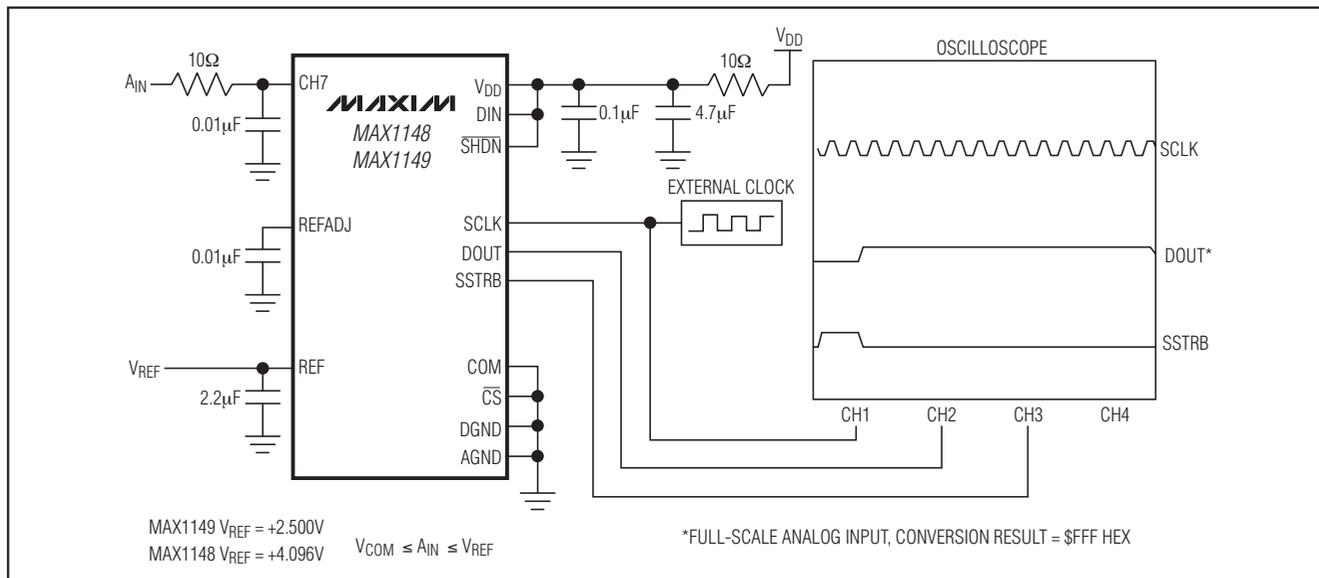
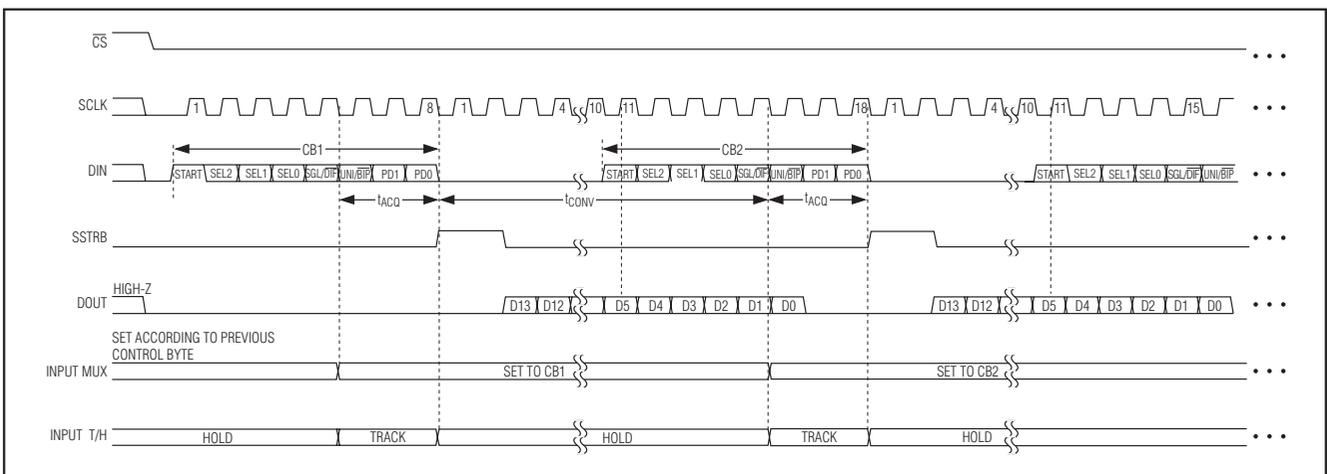

図7. クイックルック用回路
図10. 外部クロックモード：18個のクロック/変換タイミング
MAX1148/MAX1149を短時間で評価する場合は図7の回路を使用してください。MAX1148/MAX1149は、各変換を行う前にSCLKを用いてDINにコントロールバイトを書き込む必要があります。DINを $V_{DD}$ に接続してSCLKにクロックを入力すると、コントロールバイトには\$FF HEXが入力されます(表1を参照)。外部クロックモードとして、変換間の電源断を行わないようにし、CH7を使うシングルエンドでユニポーラの変換をトリガしてください。外部クロック入力モードでは、14ビット変換結果のMSBがDOUTにシフト出力される前に2クロック期間、SSTRBがパルス出力されます。CH7へのアナログ入力を変化させると、DOUTから出力されるビットシーケンスが変わります。1変換ごとに合計18クロックサイクルが必要です(図10)。SSTRBとDOUTのすべての遷移はSCLKの立下りエッジで起こります。
2) 変換中のビット5がDOUTにクロック同期出力された後の最初のハイビットがDINにクロック同期入力される(図10及び11)。
変換と変換の間で $\overline{CS}$ をローに保持したままで、MAX1146~MAX1149を最高速度で動作させることできるのは、1変換当たり、18クロックです。図10と11は18 SCLKサイクルで変換を行うために必要とするシリアルインタフェースタイミングを示しています。